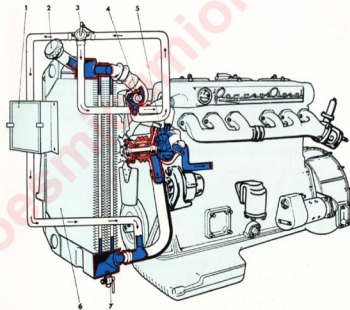

Fig. 2.9. - Circuito de refrigeración
2.12 VALVULA TERMOSTATICA (4 - fig. 2.9)
la temperatura de 76° C, síntomas que se aprecien observando el termómetro situado en el tablero de instrumentos, indicaría que la válvula termostática (4) (fig. 2.9) está averiada, debiendo sustituirse inmediatamente. Para extraerla debe previamente desmontarse el codo de salida de agua y la junta situada entre codo y cuerpo.